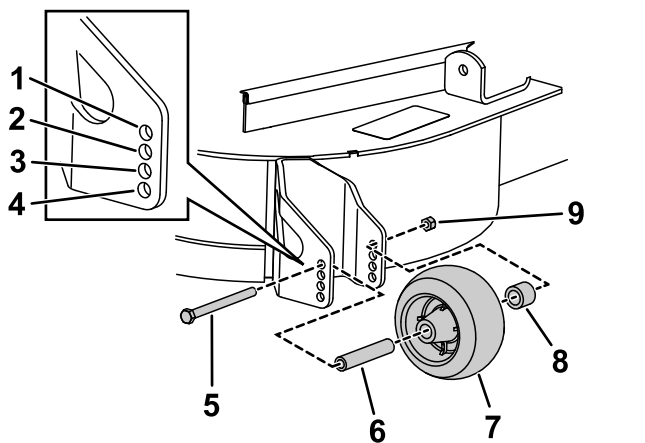

Figura 14
1. Dopo avere regolato l'altezza di taglio, regolate i rulli togliendo il dado flangiato, la boccola, il distanziale ed il bullone (Figura 14).
3. Montate il dado flangiato, la boccola, il distanziale ed il bullone. Serrate a una coppia di 54 - 61 N·m (Figura 14).